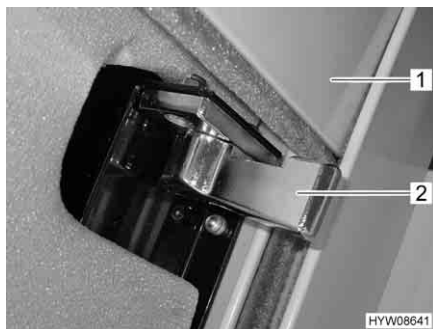
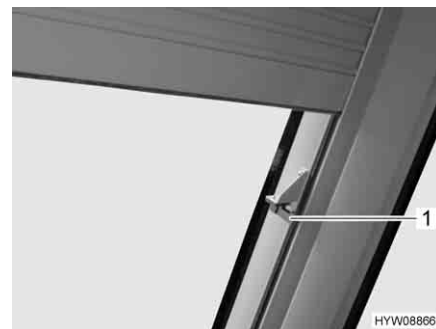
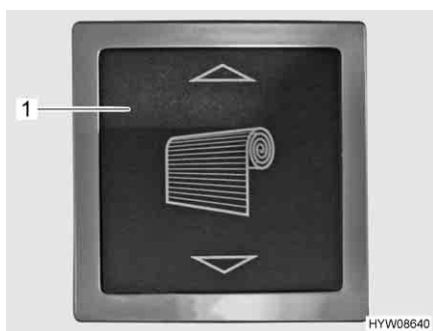
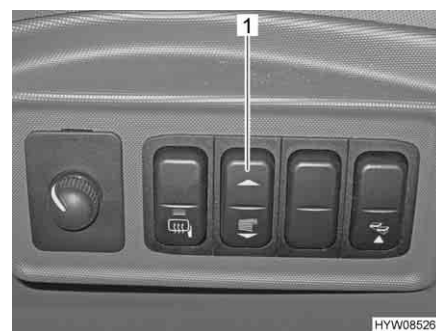

Fig. 62 Chiusura di sicurezza oscurante a rullo
Fig. 63 Chiusura di sicurezza aggiuntiva oscurante a rullo
Fig. 64 Pulsante basculante per oscurante a rullo (vano abitabile)
Fig. 65 Pulsante basculante per oscurante a rullo (cruscotto)
- Sui entrambi i lati, ruotare spingendo in avanti le chiusure di sicurezza (Fig. 62,2 o Fig. 63,1)
- Premere e tenere premuto il pulsante basculante (Fig. 64,1 o Fig. 65,1), finché l'oscurante a rullo (Fig. 62,1) ha raggiunto la posizione desiderata.
- Premere e tenere premuto il pulsante basculante (Fig. 64,1 o Fig. 65,1) finché l'oscurante a rullo (Fig. 62,1) ha raggiunto la posizione più alta.
- Su entrambi i lati, ruotare spingendo all'indietro la chiusura di sicurezza (Fig. 62,2 o Fig. 63,1).